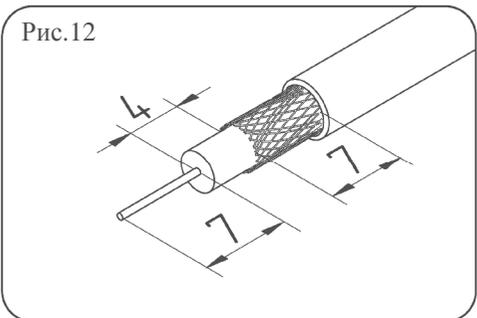

Рис.12
5.14.Отмерить кабель необходимой длины. Подготовить концы кабеля согласно рис.12.